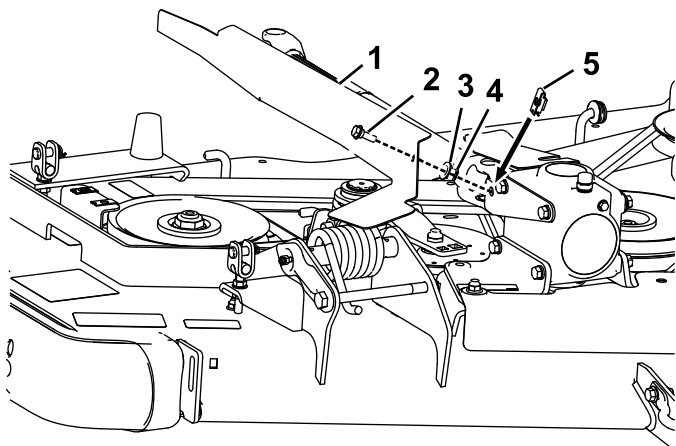

Figura 8
1. Montate il dado di fissaggio sul foro vuoto nella staffa orientabile (Figura 8).
2. Montate la vite a perno, la rondella piana e il dado in gabbia sullo schermo dell'albero di trasmissione (Figura 8).
3. Mentre inserite l'estremità dello schermo dell'albero di trasmissione sul supporto dello schermo assemblato nella procedura 5, fissate l'altra estremità dello schermo al dado di fissaggio nella staffa orientabile con la vite a perno (Figura 8).